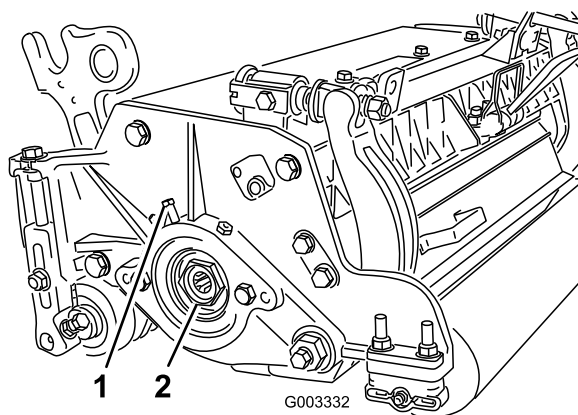

図 32
- A. カッティングユニットの左側にあるベアリング・ハウジングにベアリング調整ナットを固定している固定ネジをゆるめる（図 32）。